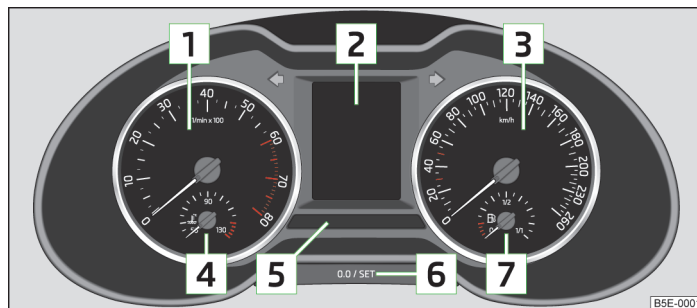

Fig. 2 Cuadro de instrumentos
El sector rojo de la escala del cuentarrevoluciones **1** » fig. 2 de la página 9 marca el sector, en el que el sistema comienza a limitar el régimen del motor. El sistema limita automáticamente el régimen del motor a un valor límite seguro.
El indicador de la temperatura del líquido refrigerante **4** » fig. 2 de la página 9 funciona sólo con el encendido conectado.
El indicador del nivel de combustible  » fig. 2 de la página 9 funciona sólo con el encendido conectado.
El cuentakilómetros se restablece pulsando brevemente la tecla  » fig. 2 de la página 9.
- Pulsar la tecla  » fig. 2 de la página 9 y mantener pulsada hasta que se muestre la Hora.
- Pulsar la tecla [6] » fig. 2 de la página 9 y mantener pulsada hasta que se muestre en la pantalla **Servicio**.